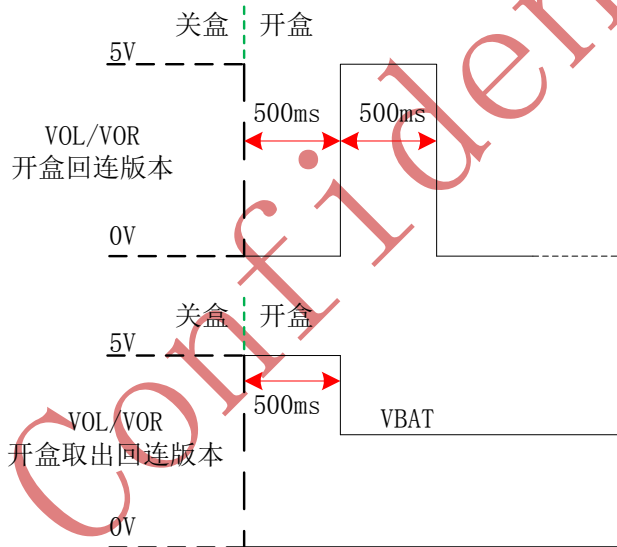

图 4 HALL 版本开盒时 VOL/VOR 波形
- (1) 开盒回连版本：无论开盒前 VOL/VOR 处于什么状态，开盒后，VOL 和 VOR 都会同时先输出 0.5s 的低电平，然后输出 0.5s 的 5V，最后再掉电到 0V，然后一直保持 0V 电平，如图 4 所示。在此种开盒版本下（HALL 信号为高电平），插入 VIN=5V 时只能对耳机仓充电，不能对耳机充电，VOL/VOR 保持 0V。
- (2) 开盒取出回连版本：无论开盒前 VOL/VOR 处于什么状态，开盒后，VOL 和 VOR 都会同时先输出 0.5s 的高电平，然后强制恢复到自动识别状态，如图 4 所示。在此种开盒版本下，无论 VOL/VOR 是否有负载，若插入 VIN=5V 充电，则 VOL/VOR 都将输出 5V 电压。